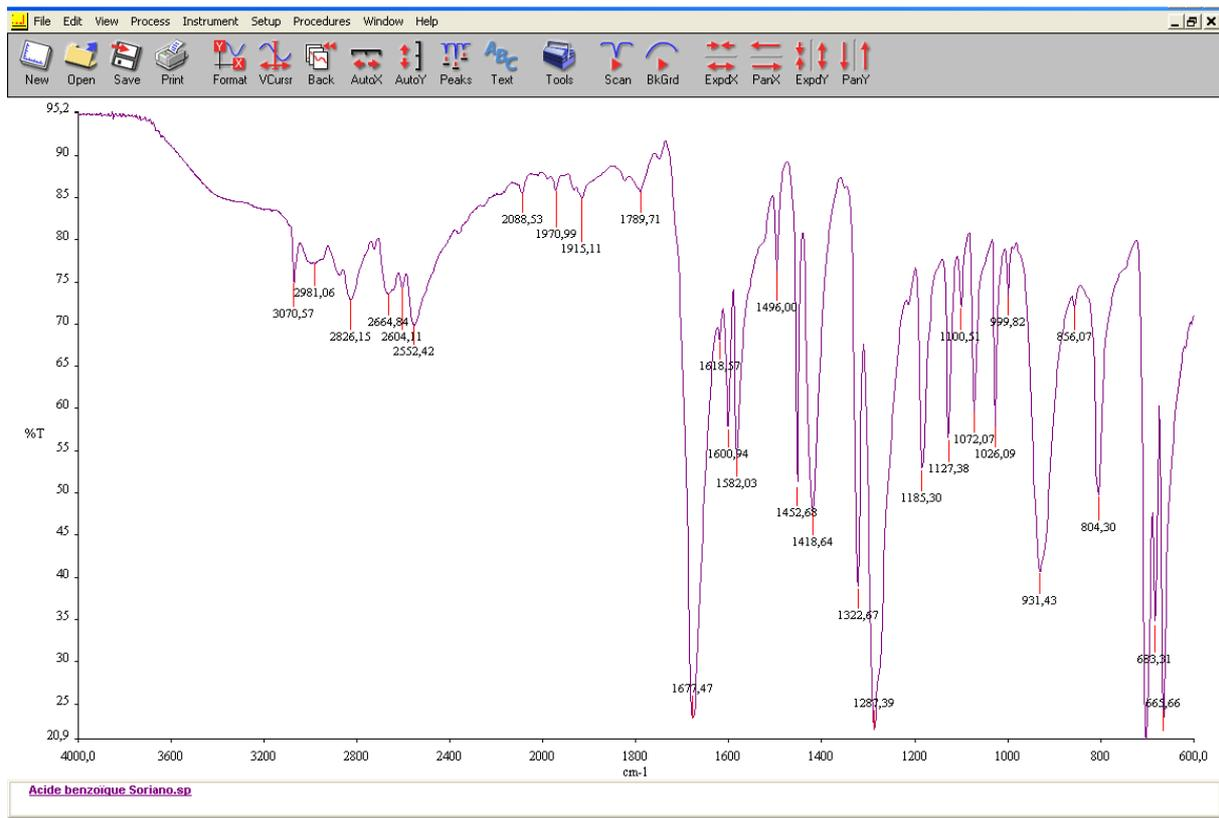

Figure 13 Spectre
- Une fois terminé, le spectre apparaît (figure 13).